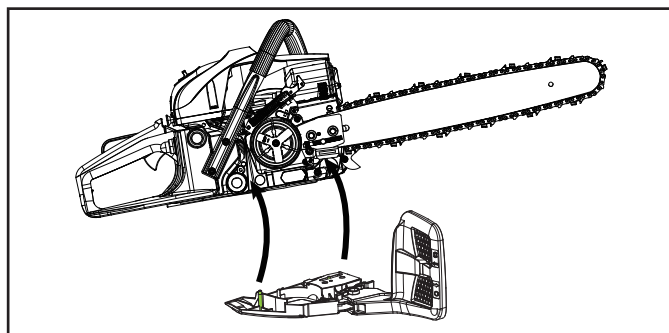

Figure 29
4. Retirez le boîtier, vérifiez qu'il n'est pas endommagé, nettoyez-le et mettez-le de côté (Fig. 29).
4. Remettez le couvercle de l'embrayage en place, puis installez, sans les serrer, deux écrous de 13 mm et tournez-les (dans le sens horaire). Alignez le frein sur le carter d'embrayage et les deux goujons en veillant à ce que les goujons soient alignés avec les trous correspondants du couvercle d'embrayage (Fig. 29).